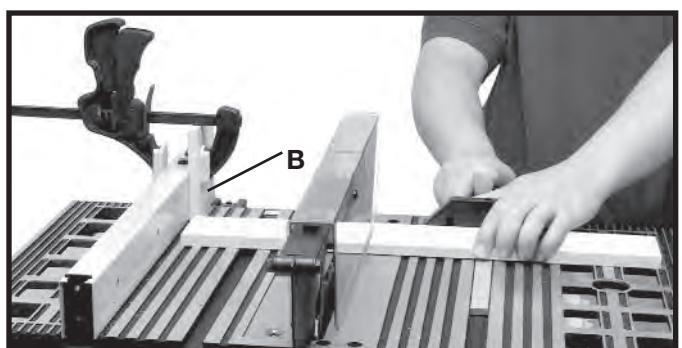

Fig. 39B
Cuando corte transversalmente un número de piezas de la misma longitud, puede fijar un bloque de madera (B), Fig. 39B a la guía y utilizarlo como un calibrador de corte como lo muestra la Fig. 39B. Es importante que este bloque de madera siempre esté ubicado delante de la hoja de la sierra como en la ilustración. Una vez determinada la longitud del corte, asegure la guía y utilice la guía de inglete para introducir el trabajo en el corte. Este bloque de madera permite que la pieza cortada se mueva libremente a lo largo de la superficie de la mesa sin quedar atascada entre la guía y la hoja de la sierra; de este modo, la posibilidad de retroceso y lesiones al operador es menor.
ADVERTENCIA CUANDO UTILICE EL BLOQUE (B), FIG. 39B, COMO CALIBRADOR DE CORTE, ES MUY IMPORTANTE QUE EL EXTREMO POSTERIOR DEL BLOQUE ESTÉ UBICADO DE MODO QUE LIBERE LA PIEZA DE TRABAJO ANTES QUE ÉSTA ENTRE EN CONTACTO CON LA HOJA.